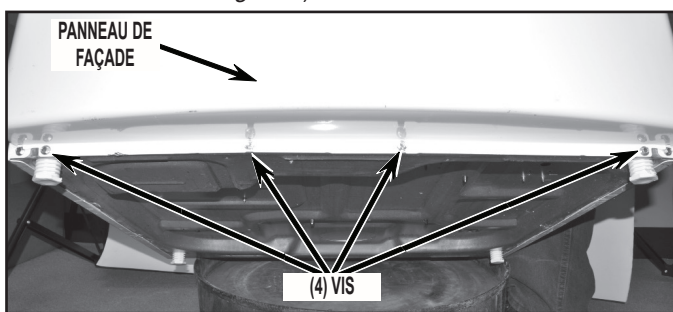

FIGURE 6
8. Déposer les quatre (4) vis en bas du panneau de façade (vis identifiées à la *Figure 6*).